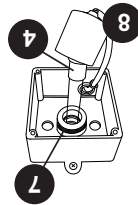

Figure 3
17. Faire glisser la nouvelle lampe UV (4) dans le tube de quartz, Figure 3.
18. Réinstaller la gaine protectrice noire (8) sur l'écran à compression (7).
19. Réinstaller le couvercle (10) et le joint d'étanchéité (9), et visser le tout en place.
Enlever la gaine protectrice noire (8) en la faisant glisser le long du câble pour l'éloigner de l'écran à compression (7), Figure 3.
Retirez l'écran de compression du joint de quartz (7) en le tournant dans le sens **antihoraire**, Figure 3.